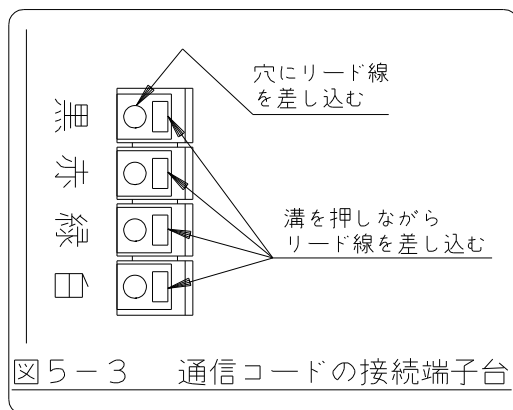

図5-3 通信コードの接続端子台
- ④ 通信コードを適切な長さに切断し、本体底のブッシングに通してから、通信コード接続端子台の表示の色と、リード線の色が合うように接続する。（図5-3参照）
リード線は10mm～12mm被覆をむいて、図5-3の溝部をマイナスドライバー等で押しながら差し込む。差し込んだあと、軽く引っ張っても抜けないことを確認する。